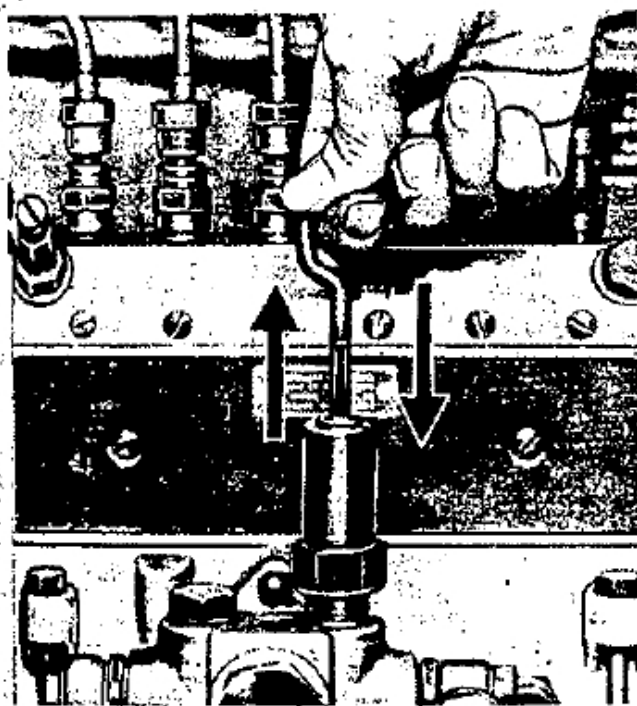

Fig. 34.—Bombeando gasoil
- 2.º Bombee a mano el gasoil necesario (fig. 34).